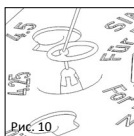

Рис. 10
■ **fig. 10** Caso a situação anatómica do estribo torne necessário abrir a campânula da prótese parcial, isto pode ser feito facilmente mediante o cone. Para tal, pressionar a prótese Bell cuidadosamente com uma agulha ou outro instrumento microcirúrgico contra o cone. A campânula pode ser alargada ao tamanho necessário sob observação microscópica.
■ **Рис.10** Если анатомические различия в слуховой косточке требуют расширения купола частичного протеза, это можно легко сделать с помощью конуса. Для этого осторожно прижмите купол к конусу с помощью хирургической иглы или другого микрохирургического инструмента. Рассматривая купол под микроскопом, его можно расширить надлежащим образом.